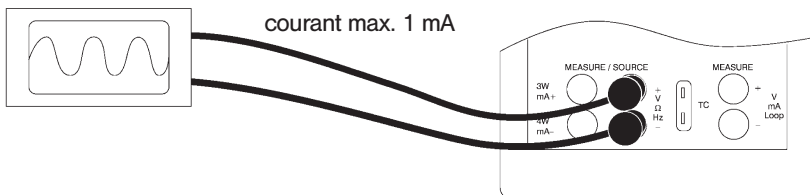

Figure 19. Connexions pour tester un dispositif de sortie
3. Connecter les cordons à l'instrument et au calibrateur, comme montré sur la figure 19.